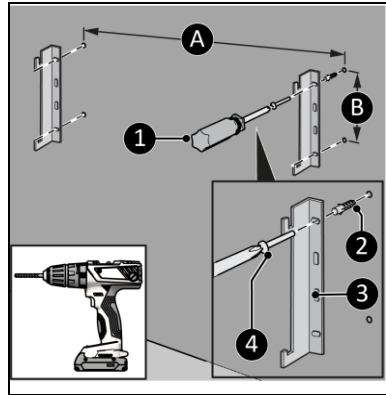

Abbildung 9
4. Bohren Sie vier Löcher für die Halterungen, wobei sich die zwei unteren Löcher mindestens 125 mm über dem Boden befinden. Der Abstand zwischen den vertikalen Löchern (Abbildung 9, Pos. B) beträgt 105 mm.
Der Abstand zwischen den horizontalen Löchern beträgt ungefähr (Abbildung 9, Pos. A und B)*:
5. Platzieren Sie die Wanddübel (Abbildung 9, Pos. 2).
6. Schrauben Sie eine linke und eine rechte Halterung (Abbildung 9, Pos. 3) mit einer großen Schraube (Abbildung 9, Pos. 4) mit einem Phillips Kreuzschlitzschraubendreher (Abbildung 9, Pos. 1) an die Wand.